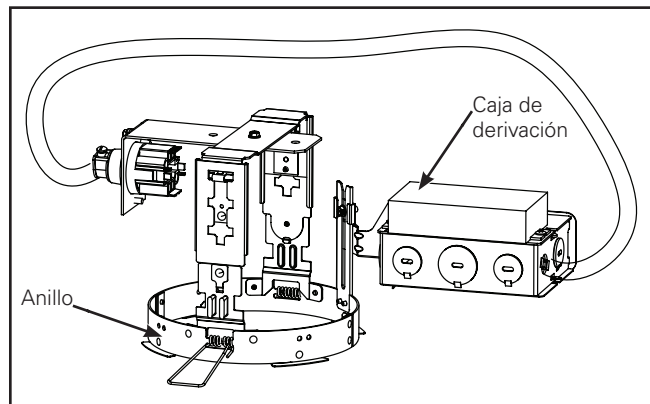

Figura 2.
1. Extraiga el brazo de la caja de derivación de la barra de montaje. (Figura 2.)